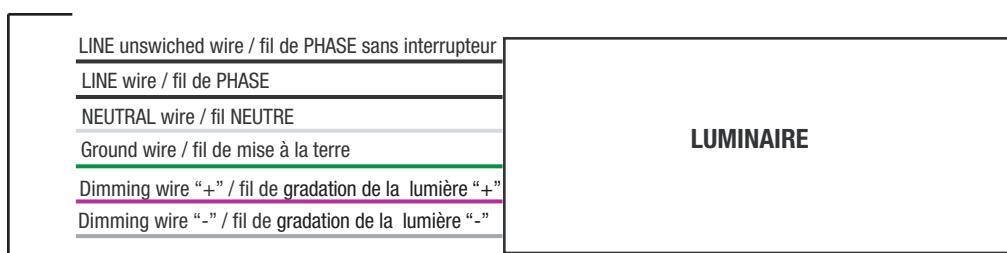

Fig. 4
**NOTE:** If the luminaire include an Emergency Driver (optional), bring an additional unswitched AC wire supply into the junction box and see the Fig. 4 in order to make electrical wiring connections.
**NOTE:** Si le luminaire est muni d'un contrôleur de DEL d'urgence (optionnel), apporter un fil d'alimentation c. a. sans interrupteur dans la boîte de jonction et voir la Fig. 4 pour faire les connexions électriques.